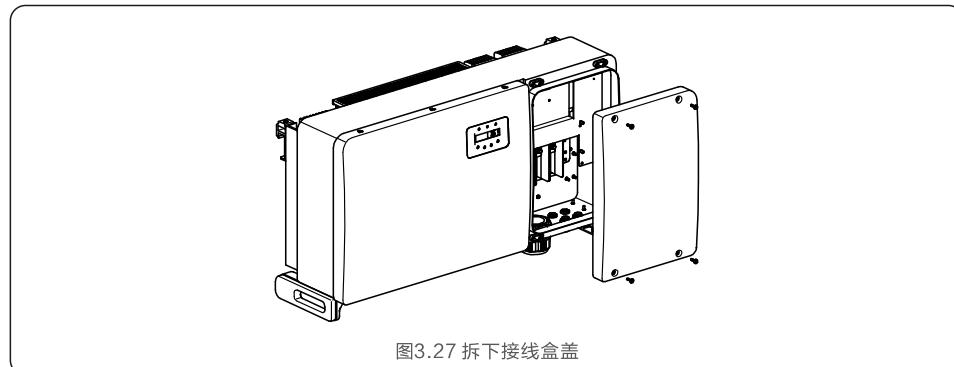

图3.27 拆下接线盒盖
- 拆下逆变器接线盒上的4个螺丝，然后拆下接线盒盖（图3.27）。